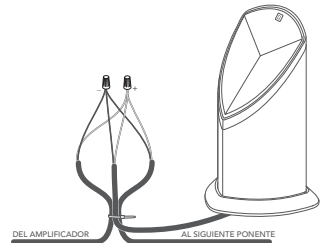

Figura 8
8. Corte los dos cables correctos para el altavoz izquierdo o derecho (consulte las tablas a continuación) y pele 3/4 de pulgada de aislamiento en los extremos expuestos de los cables de entierro; a continuación, pele 3/4 de pulgada de aislamiento de los extremos del cable flexible del altavoz correspondiente (ver figura 8).
9. Cree un bucle de aproximadamente 10 pulgadas y utilice el lazo de alambre para sujetar el bucle de alambre y el cable flexible del altavoz en su lugar para proporcionar alivio de tensión, como se muestra en la figura 8.